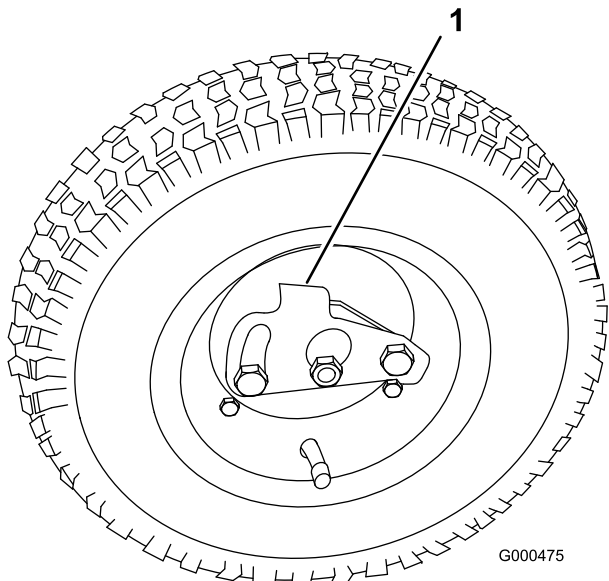

図 16
2. 車輪についているロッククリップが車軸に掛かるようにして車輪を六角シャフトに通す 図 16。